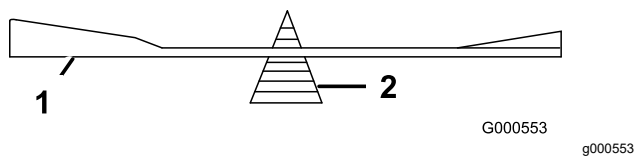

Рисунок 72
2. Проверьте балансировку ножа с помощью балансировочного устройства для ножей (Рисунок 72).